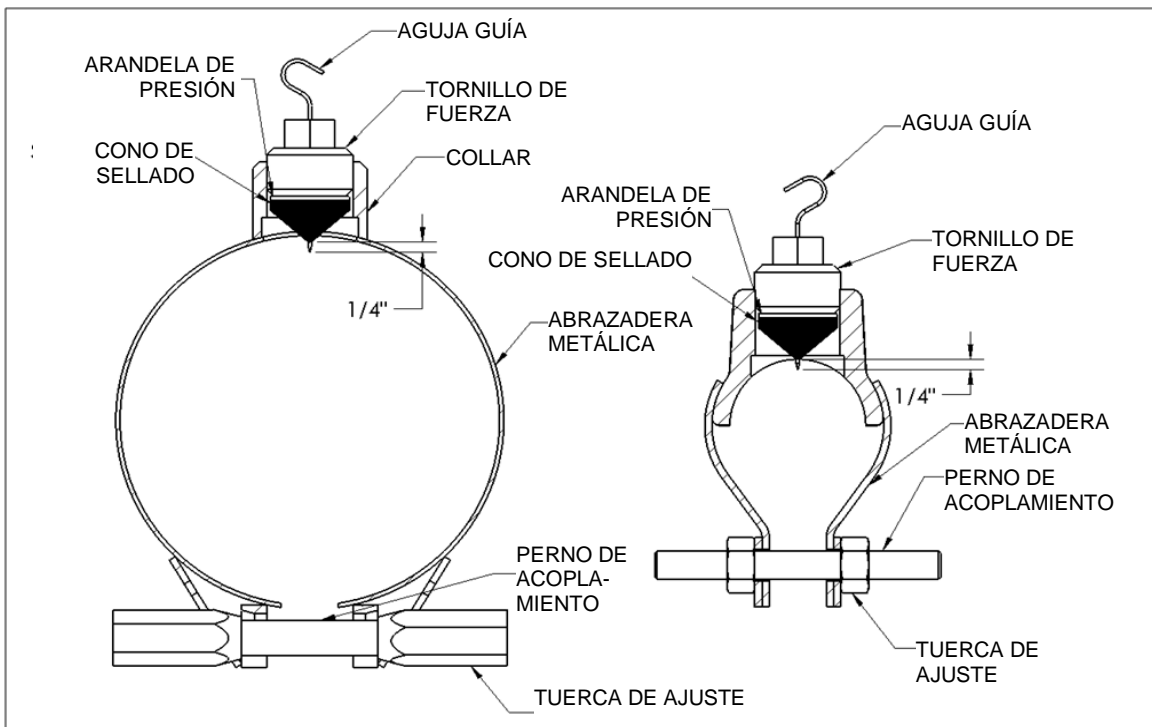

Figura 1
1. Retire el protector de la punta de la aguja guía y ajuste esta última para que sobresalga aproximadamente 1/4 de pulgada (6.4 mm) más allá del cono elastomérico. Ajuste el tornillo de fuerza hasta que la punta del cono elastomérico quede al ras con la superficie interior de la abrazadera "PLIDCO Smith+Clamp" como se muestra en la Figura 1.